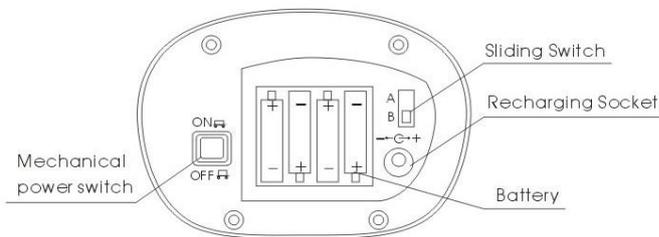

Figure 3
- a) Connectez l'énergie dans le couvercle postérieur de l'appareil (Figure 3).
- a) Ouvrez le couvercle postérieur de la balance (voir Figure 3) pour connecter l'adaptateur du chargeur et connectez de l'énergie à l'adaptateur.